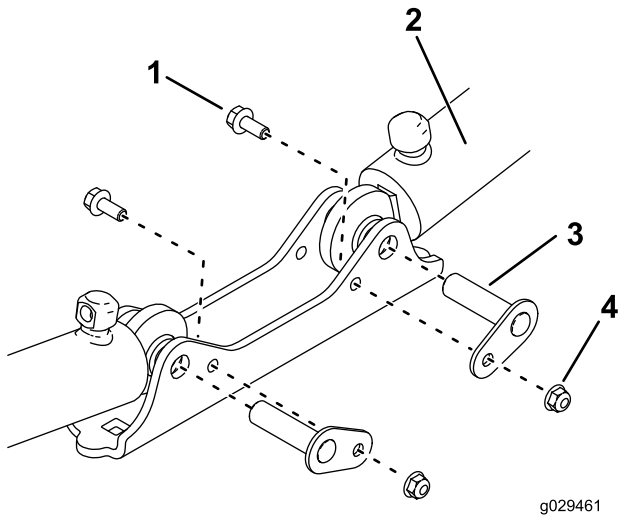

Figure 6
- Déposez les vérins hydrauliques de la plaque de montage de vérin (Figure 6).